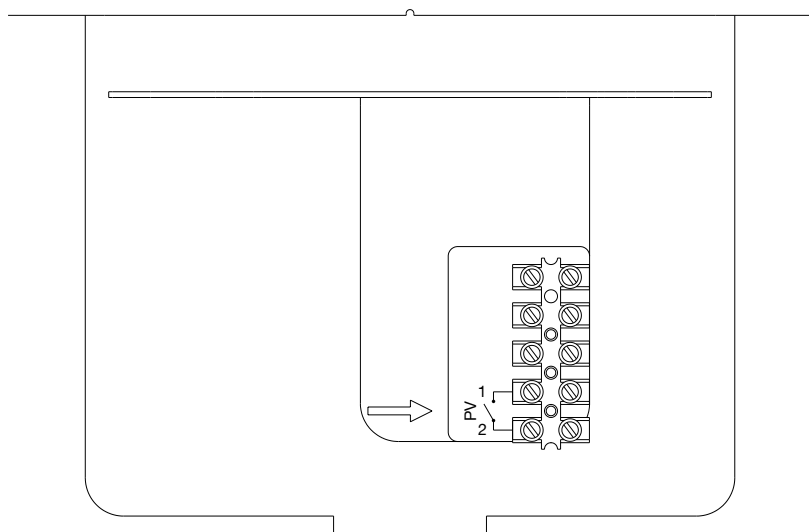

Рис. 17: Подключения для обнаружения PV (фотовольтаическая)
- В случае замкнутого без напряжения контакта между клеммами 1 и 2 PV функция активна (рис. 17).